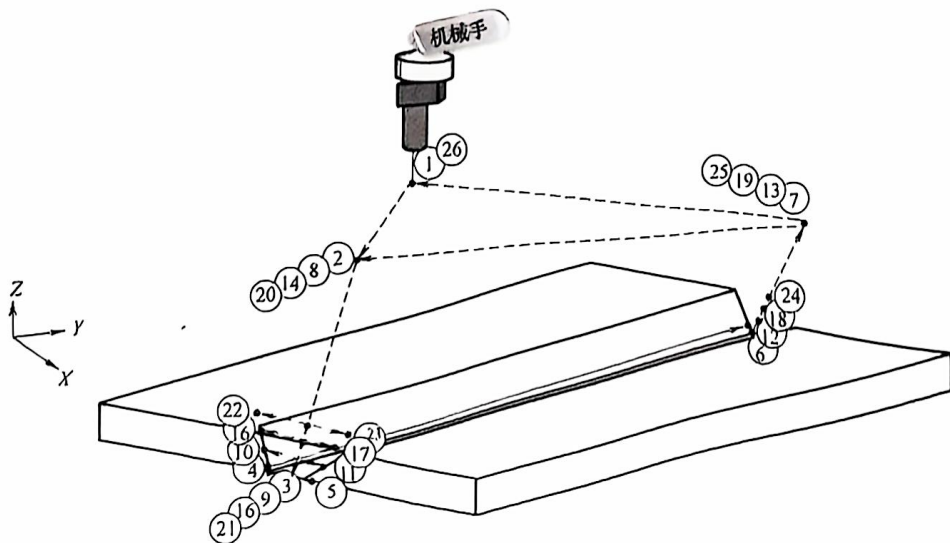

图 2-18 中厚板平对接产品的示教运动轨迹
(1) 示教运动轨迹 采用多层单道直线摆动示教编程和焊接, 其示教运动轨迹如图 2-18 所示, 主要由编号为①~②⑥的 16 个示教点组成。
①点、②⑥点为原点 (或待机位置点), 其应处于与工件、夹具不干涉的位置, 焊枪姿态一般为 45° (相对于 X 轴)。
②点、⑦点、⑧点、⑬点、⑭点、⑰点、⑳点和㉑点为过渡点 (前进点或退避点), 也要处于与工件、夹具不干涉的位置, 焊枪角度任意。
④点、⑤点、⑩点、⑪点、⑮点、⑯点、㉒点和㉓点为摆动振幅点, 要根据焊道的宽度设定位置, 焊枪姿态和角度应与焊接点一致。
③点、⑨点、⑮点和㉒点为焊接开始点, ⑥点、⑫点、⑱点和㉑点为焊接结束点, 焊枪姿态为与两工件垂直, 与焊缝待焊方向成 100°~110°夹角。